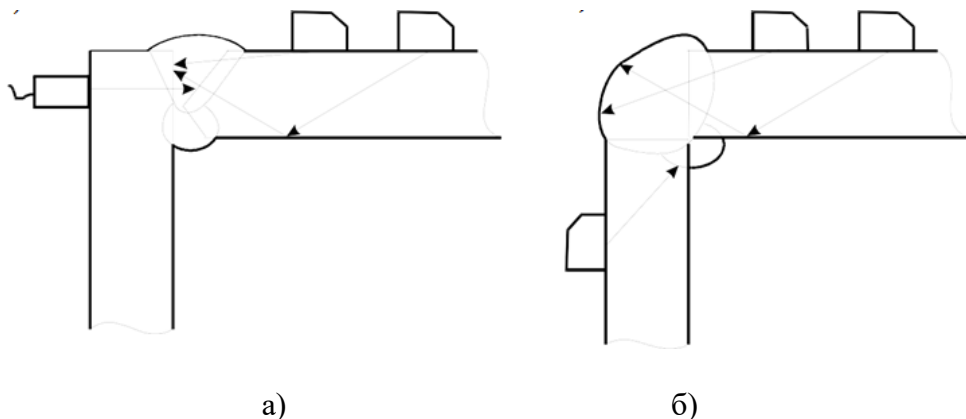

Рисунок 6.5 – Схема контроля угловых сварных соединений
Угловые соединения цилиндрических сосудов и днищ контролируют, как правило, по наружной поверхности корпуса (обечайки) (рис. 6.5). ПЭП при этом перемещают вокруг патрубка. В случае недоступности контроля с наружной поверхности допускается проводить контроль по внутренней поверхности корпуса.
6.3.3 Контроль угловых сварных соединений с плоскими стенками производится прямыми совмещёнными, РС и наклонными ПЭП с углами 40, 50, 65 и 700 (рис. 6.5 б).